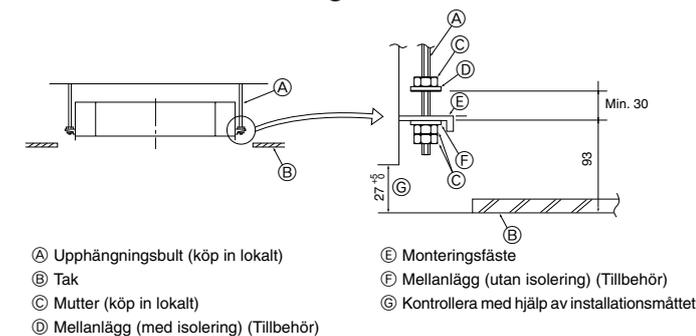

Fig. 4-5
① Träbyggnader
② Järnbetongsbyggnader
4.5. Procedur för upphängning av enheten (Fig. 4-5)